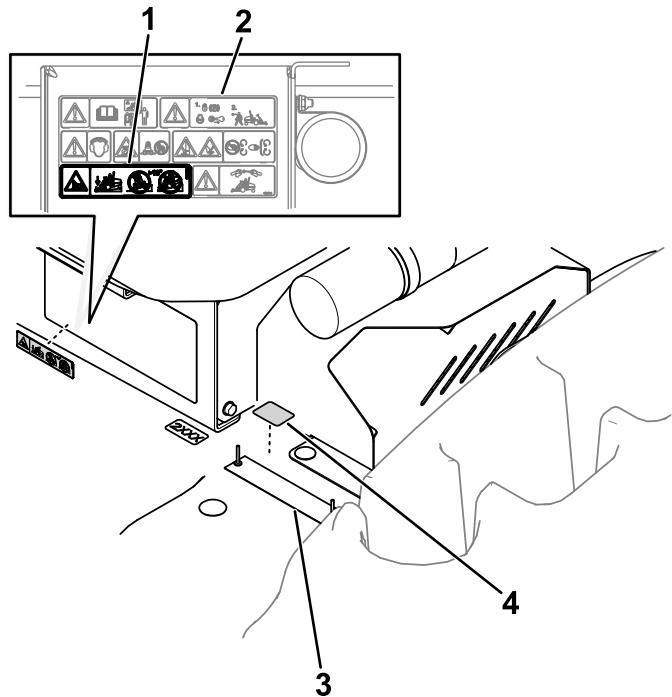

Figura 14
- Aplicar la calcomanía adecuada cerca de la placa del número de serie, como se muestra en la Figura 14.
- Aplique sobre la zona de la calcomanía de advertencia, como se muestra en la Figura 14.
Importante: Asegúrese de que las superficies de aplicación indicadas en la Figura 14 están limpias y secas antes de aplicar las calcomanías.